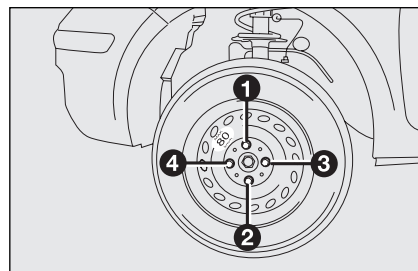

fig. 8
- ☐ stringere a fondo i bulloni, passando alternativamente da un bullone a quello diametralmente opposto, secondo l'ordine illustrato in fig. 8.